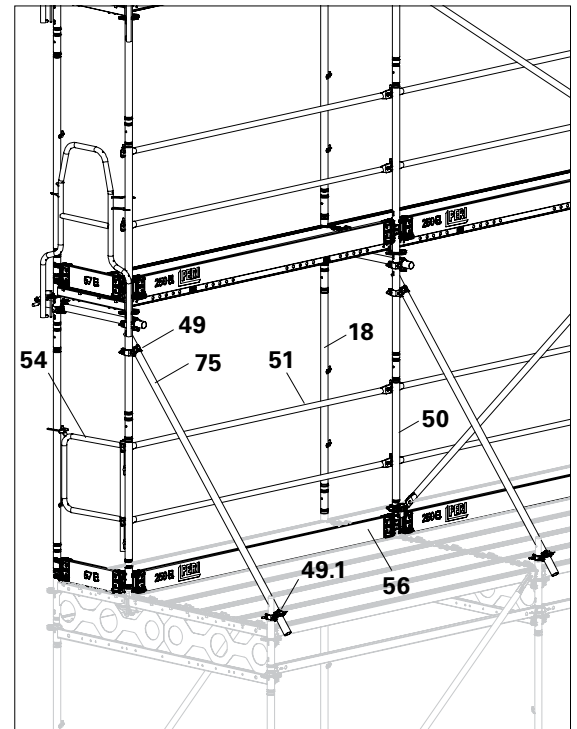

Abb. D5.09
- Geländerpfosten EVP (50) auf Riegelaufnahme UH Halb mit Zapfen aufstecken.
- Rohr EVR 150 (18) auf Multiträger aufstecken.
- Geländerholme EPG (51) an Geländerpfosten EVP (50) einhängen.
- Bordbrett UPF (56) einstecken.
2. Am ersten und letzten Gerüstfeld Stirngeländer EPF (54) einhängen.
3. Easyrahmen EVF (16) auf alle Rahmenzüge aufbauen.
4. Gerüst wie in Kapitel B2 – B3 beschrieben weiterbauen. (Abb. D5.09)
5. Jeden Rahmenzug mit Gerüstrohr (75), Drehkupplungen (49, 49.1) und Gerüsthalter (46 aussteifen.
6. Gerüst gemäß Kapitel B4 weiterbauen. (Abb. D5.09)